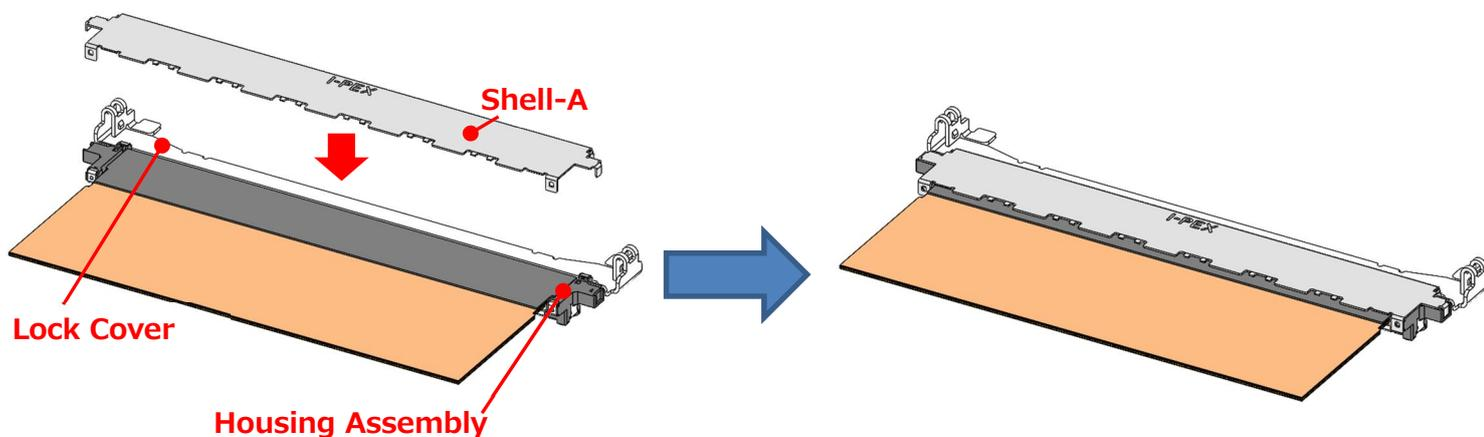

図.13 Shell-A を組付け
① 図.13 の様に Shell-A を Housing Assembly の上面から組み付ける。